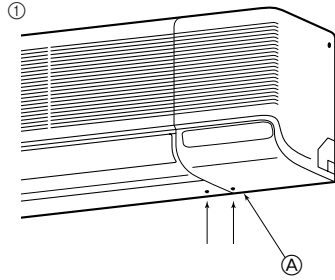

Fig. 3-6
1) Arka, sağ ve sol boru bağlantıları (Fig. 3-6)
① Sağ taraftaki yan paneli çıkarınız.
① Yan paneli yerinden çıkarınız.